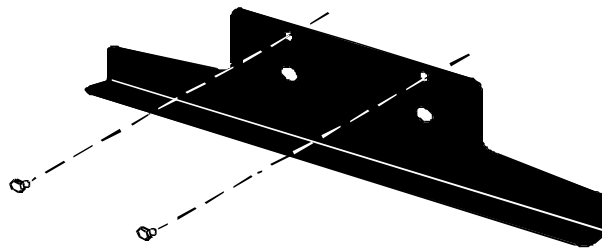

Figura 14
3. Use los pernos para fijar el soporte al UPS (vea la Figura 14).